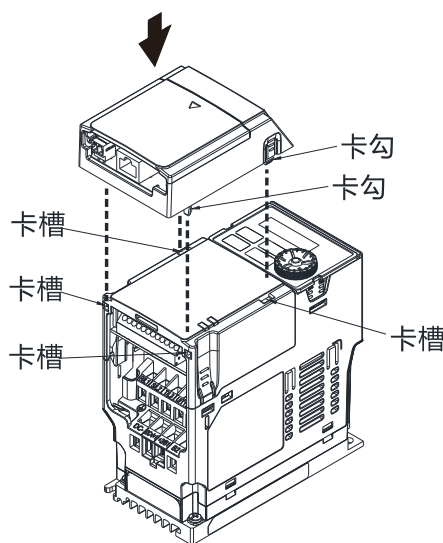

图 8-30
8. 组装配件卡安装盒：将配件卡安装盒的四个卡勾对准变频器的上盖卡槽后下压，让 4 个卡勾卡入卡槽中，如图 8-30 所示。